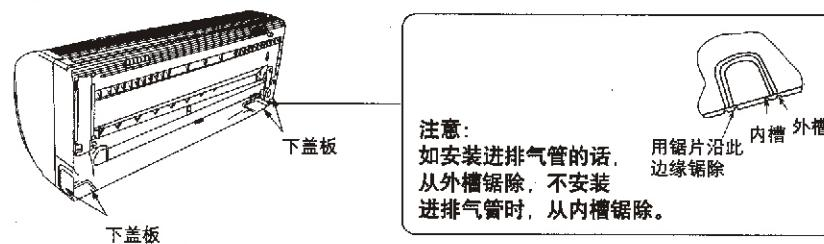

图 8
(2) 如铜管是从左边或下边引出时, 应扳去左边的出水管板, 或把下盖板上如下图所示部位锯除, 然后把铜管塞进。(图 8)